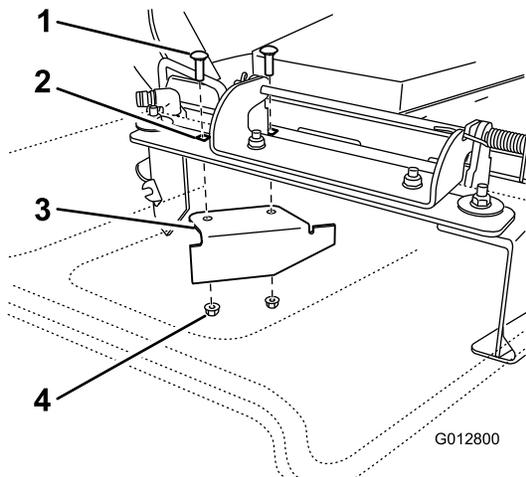

Figure 31
11. Localisez le déflecteur d'ouverture dans le sachet des pièces détachées et retirez les fixations des trous arrière de la plaque d'éjection (Figure 31).